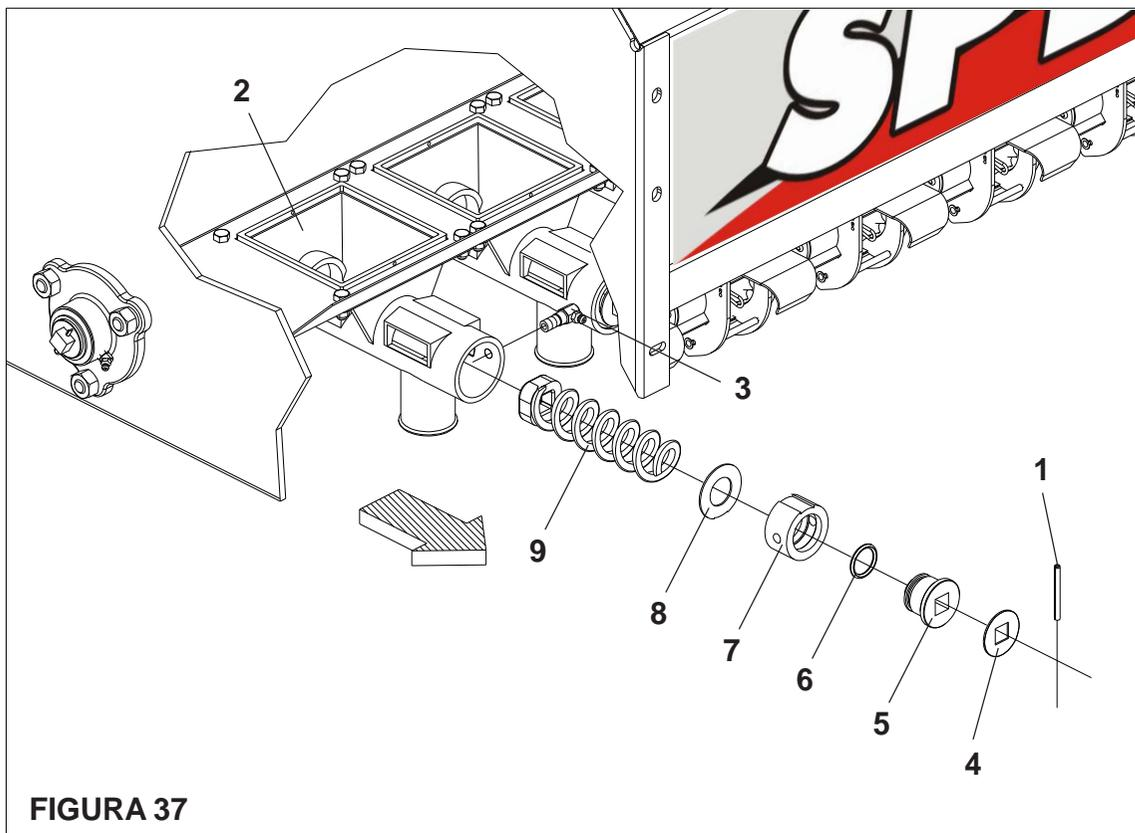

FIGURA 37
SISTEMA DE ADUBO (FIGURA 37) SPDe 3000 / 4000 / 5000
- Tire o pino elástico (1) da parte traseira do canhão distribuidor (2). Em seguida, solte o parafuso (3), retire a arruela (4), bucha (5), anel (6), bucha (7), arruela (8) e finalmente a mola (9) puxando para trás, conforme mostra a **FIGURA 37**.